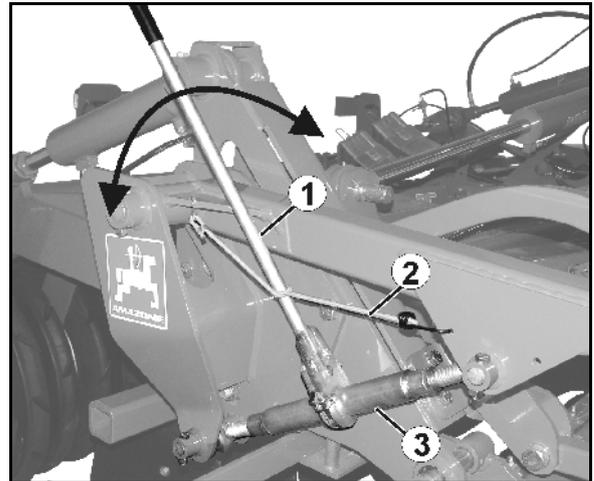

Fig. 39
1. Soltar la palanca de mano (Fig. 39/1) de la cinta de sujeción (Fig. 39/2).
4. Alargar/acortar el husillo (Fig. 39/3) mediante la palanca de mano.